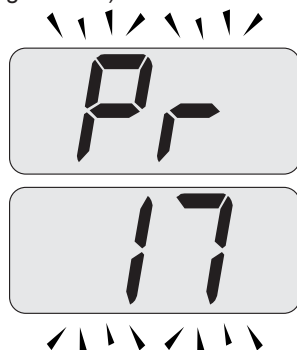

Figura 5.35
- Scorrere i vari parametri utilizzando i tasti 17o 18 fino a far apparire sul display LCD le lettere **Pr** che si alternano con il codice **17**, indicanti l'entrata nel "parametro 17" (Figura 5.35).